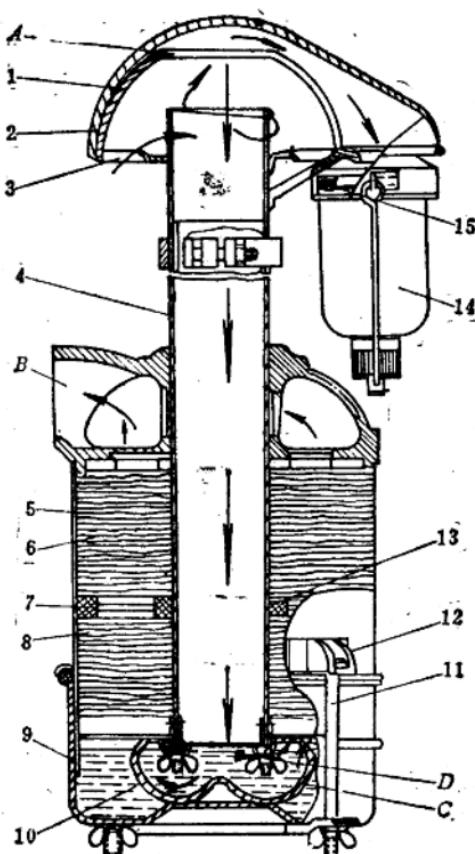

图 1-1 4125 A型柴油机空气滤清器
这种空气滤清器为三级综合式（如图1-1），空气的
(2) 细滤部分。由中央进气管、油盘、油碗等组成。油碗上有上下两排油孔C和D(如图1-1)，油盘和油碗中盛有机油。经粗滤后的空气沿中央进气管以很高的速度下行，猛冲机油和油碗“ω”型球面后，运动方向骤然改变为上行，并产生旋涡运动，此时一部分稍重的尘土因惯性力的作用、来不及随空气反向被粘附在机油中，即完成第二次滤清。在螺旋气流的冲击下，油碗中的机油经上口和上排油孔被挤入油盘，同时油盘中的机油又通过油碗下油孔进入油碗。部分随空气一起上升的细小油滴不断粘附住空气中的灰尘，最后又落入油盘中去，这样就增强了细滤器作用。
(3) 精滤部分。由装在中央进气管和壳体之间的饼状滤芯(上、下滤网盘)和内外密封圈等组成。经细滤后的空气带着部分机油油滴上行，机油被粘附在滤网上，空气在通
这个部分的保养不可忽略，应及时进行。每班保养时须清洗集尘杯。在沉土飞扬的环境下工作，凡是杯内尘土超过容积的1/3时就应当清洗。集尘罩与罩帽之间的空间甚小，如图1-1中的A处易为麦秸、糠壳、尘土等堵塞，当堵塞面积达2/3时，干式离心粗滤部分的滤清效率会降低80%以上，所以应及时清除。由于中央管道长，需用如图1-3所示的工具清除堵塞物。